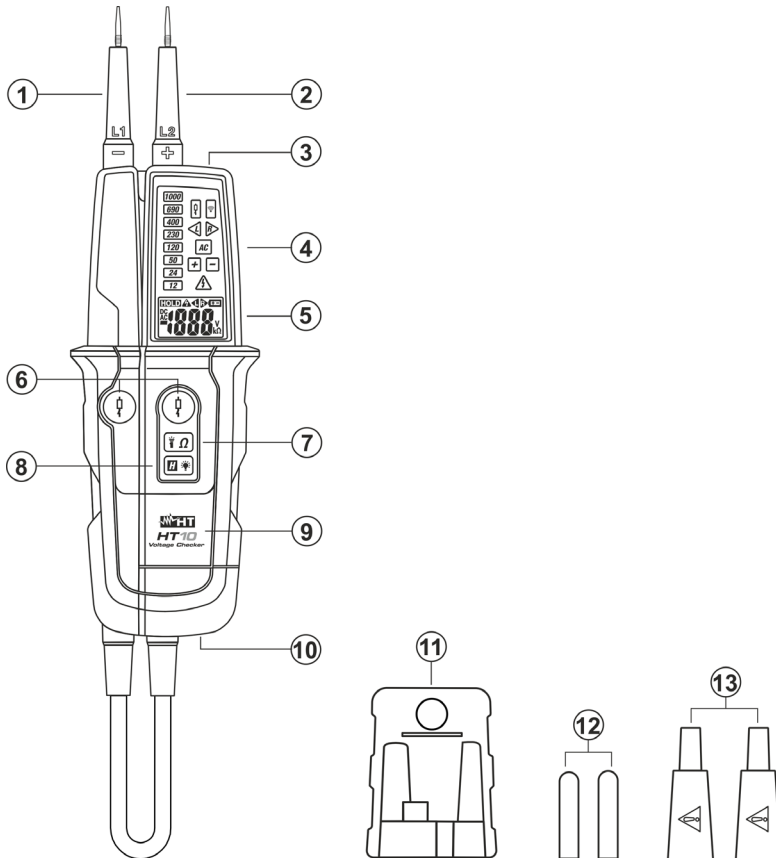
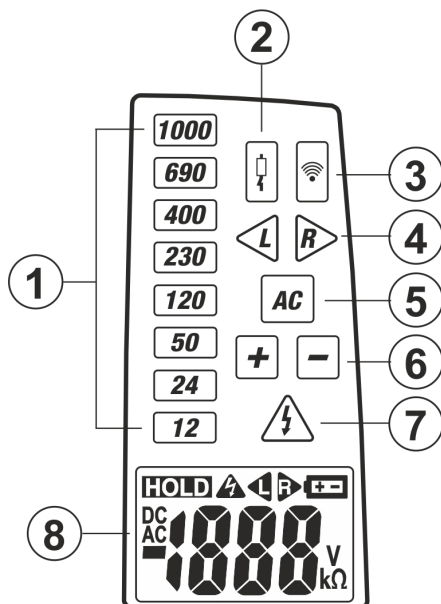

Fig. 1: Descripción del instrumento
Fig. 2: Descripción LED de advertencia
4. **Pulse simultáneamente las dos teclas (vea la Fig.1 – parte 6). La tensión real presente se muestra con el encendido de los LED rojos y en pantalla. El símbolo CA y el LED de medida a baja impedancia (ver la Fig.2 – parte) se muestran en pantalla**